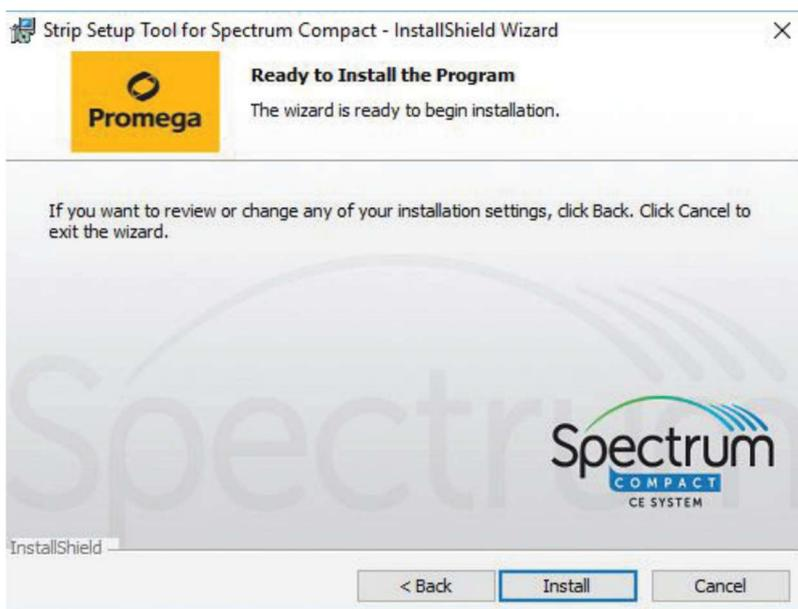

図 222 Ready to Install the Program Window 画面
- 「Ready to Install the Program」のウィンドウが表示されるので、**Install** を選択してください。（図 222）